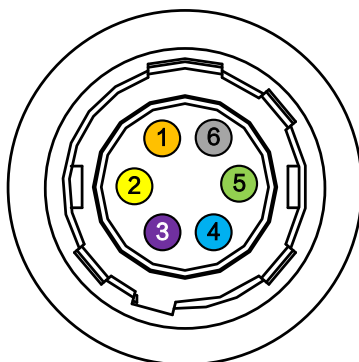

图4-8 6-pin P7 接口
6-pin P7 接口如图4-8所示，具体管脚定义如表4-2所示。
- 图4-8与表4-2中所示的线芯仅为我司销售的线缆线序以及对应的线芯颜色，若线缆不是从我司购买，请以实际线序以及对应线芯颜色为准。